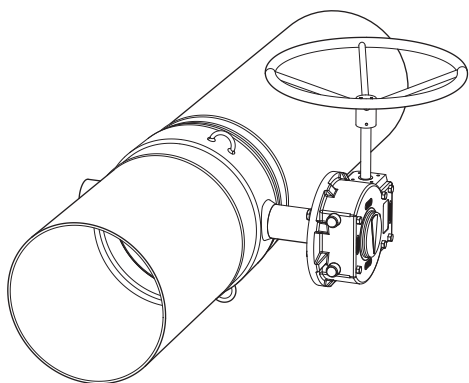
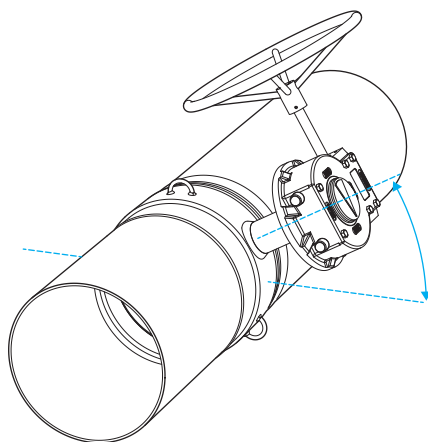

Рис. 12. Установка в горизонтальном положении.
Рис. 13. Установка под углом.
Предпочтительнее всего устанавливать затвор в горизонтальном трубопроводе с горизонтальным расположением штока затвора (см. Рис. 12). Рекомендуем устанавливать затвор под углом 45° (см. Рис. 13). В других случаях обратитесь к производителю.
- Рекомендуемое установочное положение для затвора - под углом (см. Рис. 13.) или таким образом, чтобы шток находился горизонтально (см. Рис. 12 и 22). Избегайте устанавливать затвор так, чтобы шток находился в вертикальном положении.